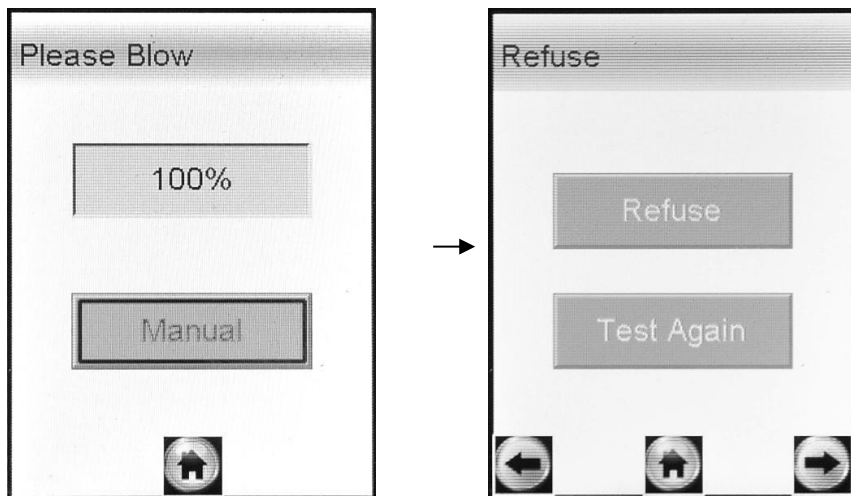

Рисунок 14 – Смена окон при отсутствии выдоха
2.7.16 Если при выполнении 2.7.6 настоящего РЭ выдох не был сделан своевременно, то окно готовности к отбору пробы «**Please Blow**» (рисунок 14, слева) через 30 секунд сменится окном «**Refuse**» (рисунок 14, справа).
2.9.1 Если выдох не был сделан своевременно, то окно готовности к отбору пробы «**Please Blow**» через 30 секунд сменится окном «**Refuse**» (рисунок 14).